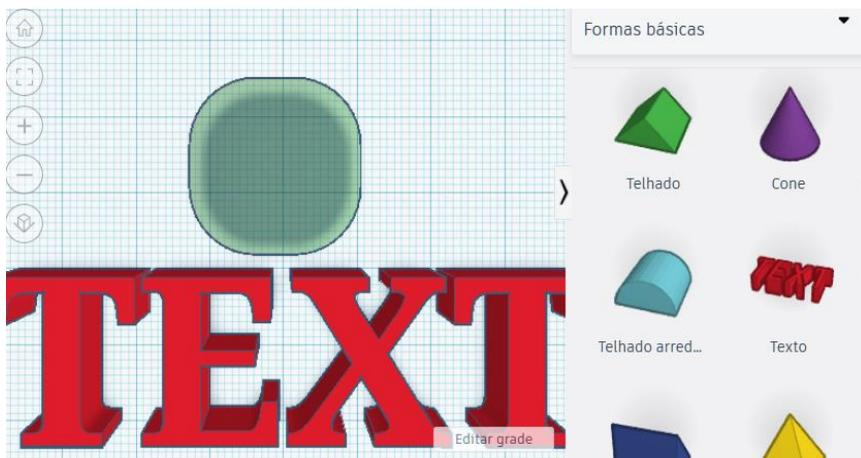

Figura 14. Text criado a partir da forma básica Texto.
6. Em seguida clique na forma *Text* e jogue-a para baixo da caixa arredondada, como ilustra a Figura 14.